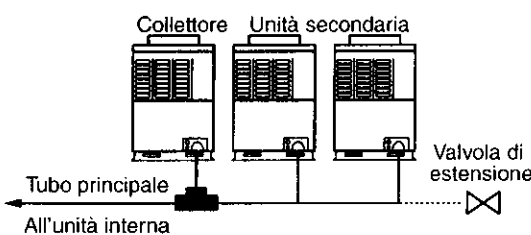

Figura 1
- 1) Utilizzare l'unità del collettore come unità esterna da collegare alla tubazione principale. (Figura 1)